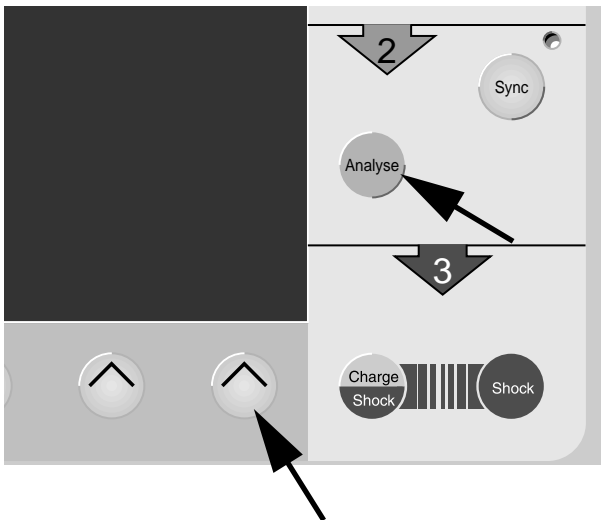

Bild 15-1. Tasten zum Umschalten auf manuelle Bedienung
- Drücken Sie gleichzeitig die Tasten **F5** und **Analyse** (Bild 15-1).